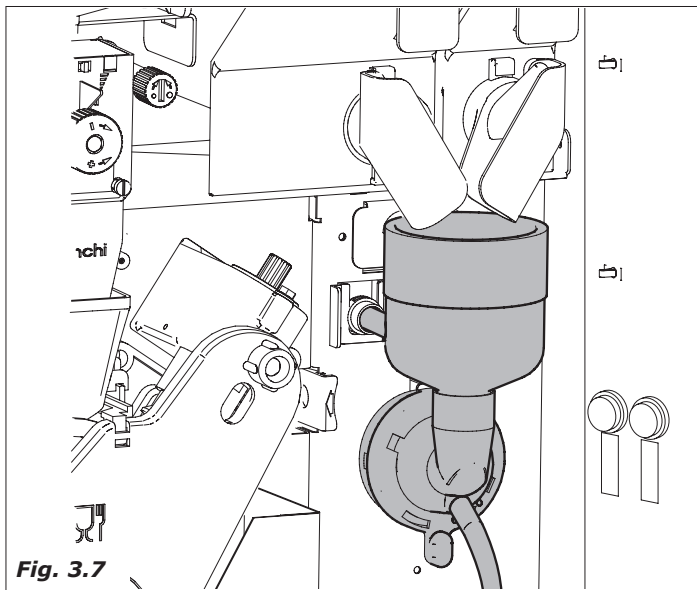

Fig. 3.7
- ativa-se, se presente, o motomisturador (Fig.3.7)